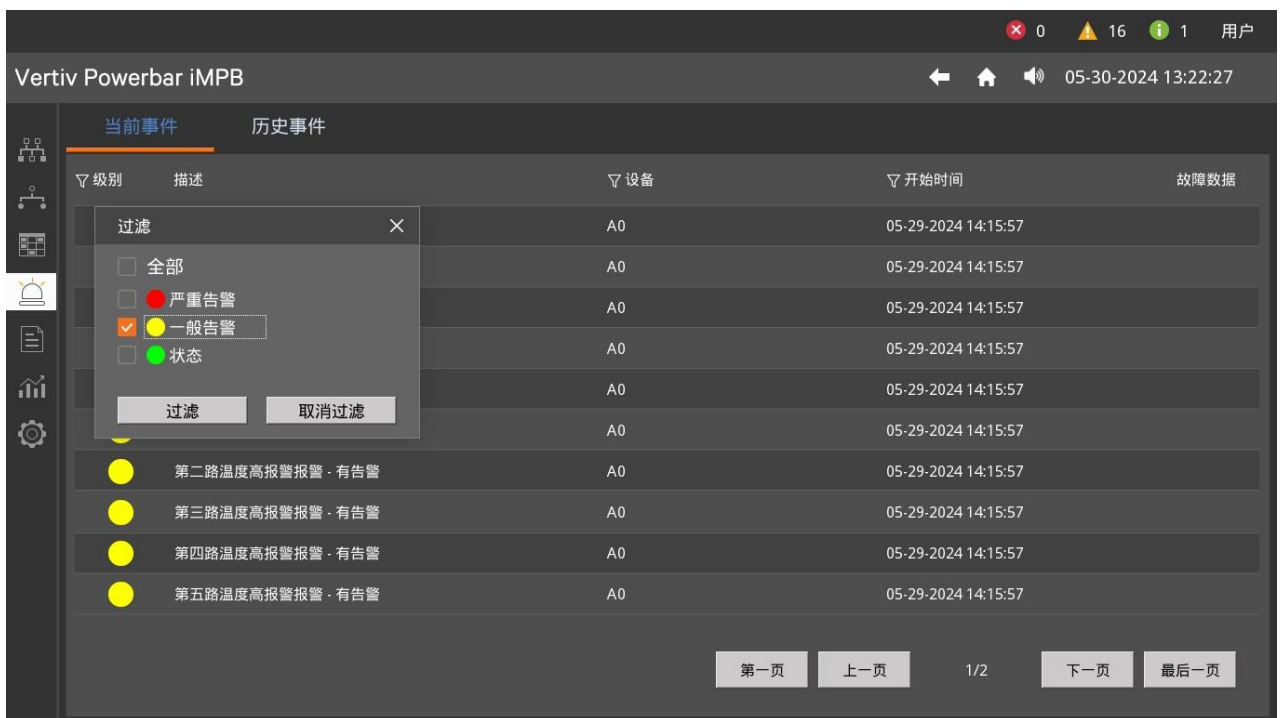

图3-12 告警页面级别过滤
- 1) 操作过滤漏斗：告警表的表头在级别、设备、开始时间列显示过滤漏斗图标。点击过滤图标，可在当前告警中设置过滤条件，过滤出符合过滤条件的告警，如图 3-12 所示。设备列与开始时间列的过滤操作方式与级别列相同。